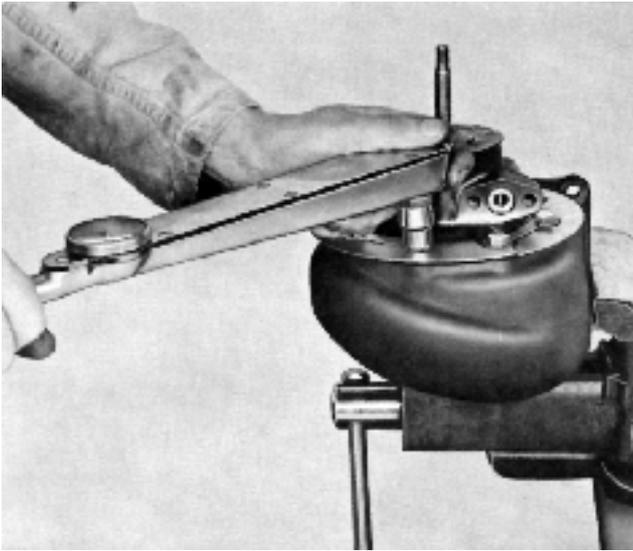

Fig. 105. Serrage des écrous de fixation
4. Lubrifier le roulement du côté de la turbine et le monter dans le carter de roulement après avoir monté le palier de butée. Fixer le roulement avec le circlips (27).
5. Monter la plaque d'appui (20) et la fixer avec le circlips (21).
6. Bien lubrifier l'arbre. Vérifier que les segments d'étanchéité sont bien centrés sur l'arbre et que les coupes sont décalées de 180°. Pousser doucement l'arbre en place dans le carter de roulement. Si l'arbre ne peut être monté facilement, effectuer un nouveau centrage des segments d'étanchéité. Monter le carter de roulement avec l'arbre et la roue sur le carter de turbine d'après le repérage. Monter la plaque de protection (16).
7. Après avoir bien positionné la plaque de protection, poser les rondelles-freins. Serrer les vis de fixation avec un couple de 23 Nm (2,3 m.kg), fig. 105. Verrouiller avec les rondelles-freins.